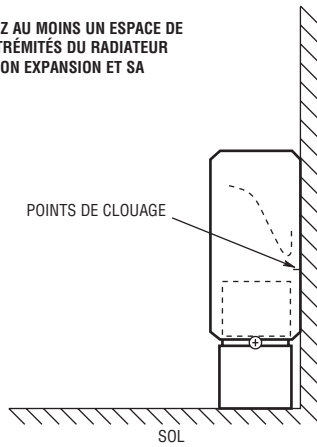

Figure 2. Installation du radiateur-plinthe
1. Positionnez le radiateur à l'emplacement voulu sur le mur comme montré en Figure 2. Pour un confort de chauffage maximal, placez le radiateur sous une fenêtre.